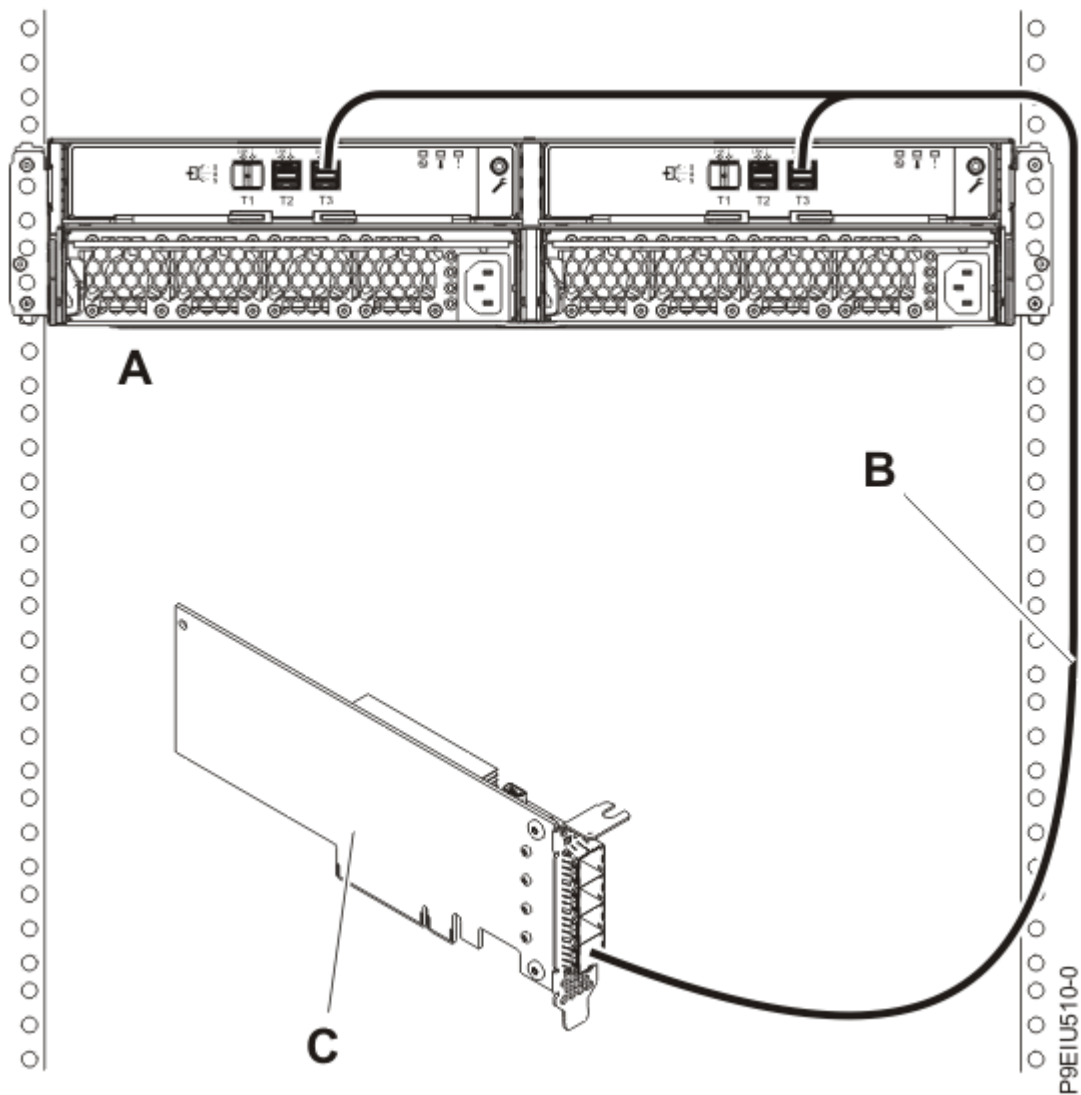

Figure 13 : Connexion de mode 1 d'une armoire de stockage ESLL ou ESLS via un câble YO12 à un adaptateur SAS FC EJ0J, FC EJ0K ou FC EJ0M unique
13. Effectuez ensuite une connexion de mode 1 d'un boîtier **(A)** via un câble YO12 **(B)** à un adaptateur SAS FC EJ0J, FC EJ0K ou FC EJ0M unique **(C)**, comme illustré à la Figure 13, à la page 19, puis passez à la section «Connexion des câbles et des cordons d'alimentation et installation des capots», à la page 30.